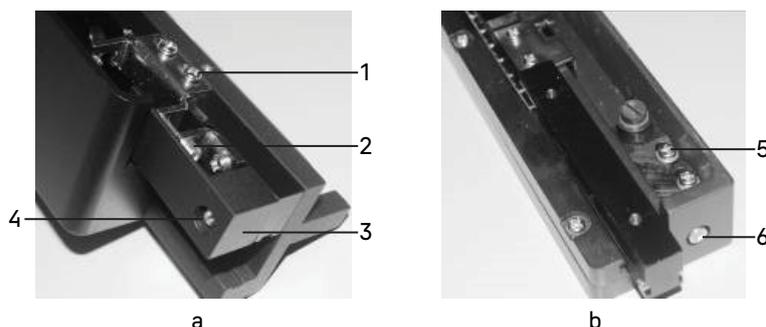

Рис. 16. Регулировка жесткости хода рукояток
2. Регулировка рукоятки продольного перемещения (рис. 16а): выверните винт 4 с крестообразным шлицем, снимите перегородку 3, слегка ослабьте винт 1 с крестообразным шлицем, отрегулируйте винт 2 ключом шестигранником.
3. Регулировка рукоятки поперечного перемещения (рис. 16б): слегка ослабьте винт 5 с крестообразным шлицем, отрегулируйте винт 6 ключом шестигранником.